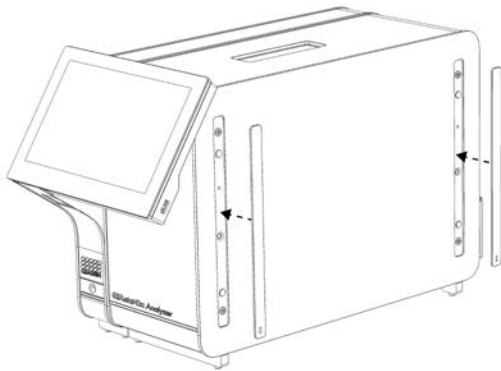

Figura 7. Recolocación de las tapas de protección.
4. Vuelva a colocar las tapas de protección en la parte lateral del módulo analítico (figura 7, siguiente página).